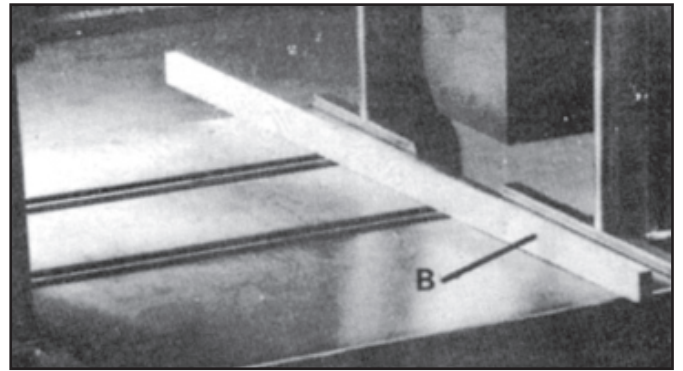

Figura 22
- Coloque un borde recto (B, Figura 22) sobre los rodillos de la mesa.